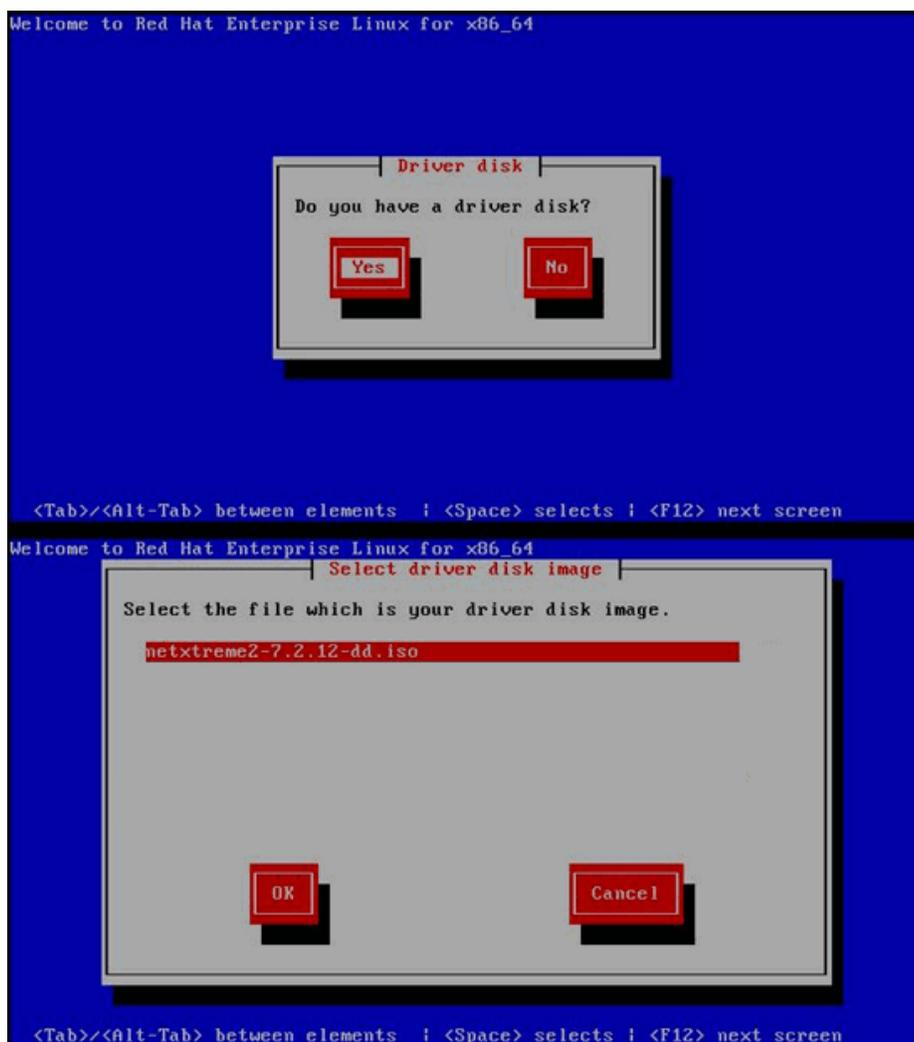

Figura 14-25. Seleção de um disco de driver
2. Quando solicitado **Do you have a driver disk** (Você tem um disco de driver), selecione **Yes** (Sim) (Figura 14-25).